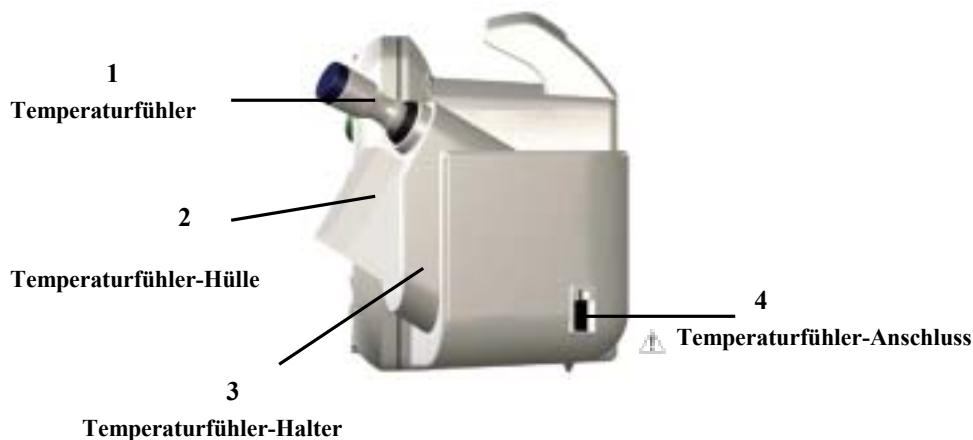

Abbildung 5. Messkabelanschlüsse (SpO2)
4. Schliessen Sie den Schlauch an die SpO2-Buchse an, die sich rechts am ARGUS VCM befindet (siehe Abbildung 5).